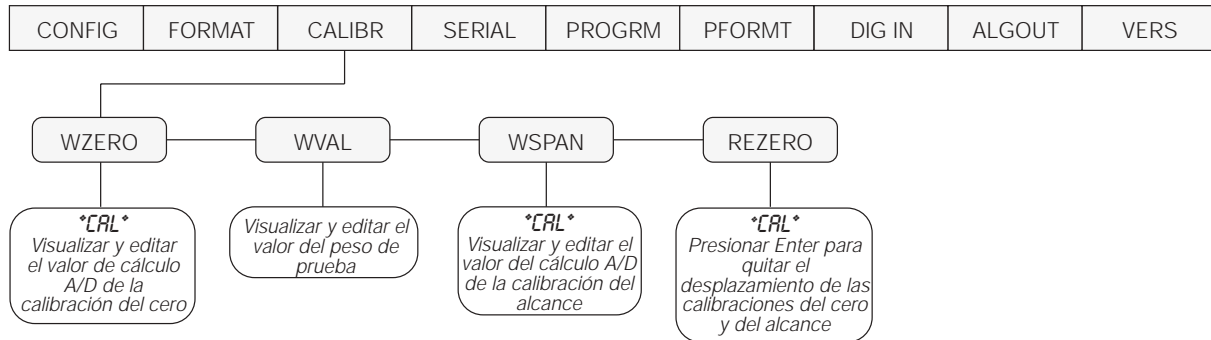

Figura 4-1. Menú de calibración (CALIBR)
2. Presionar \triangleright hasta que la pantalla muestre *CALIBR* (ver Figura 4-1). Presionar ∇ para ir a calibración del cero (*WZERO*).